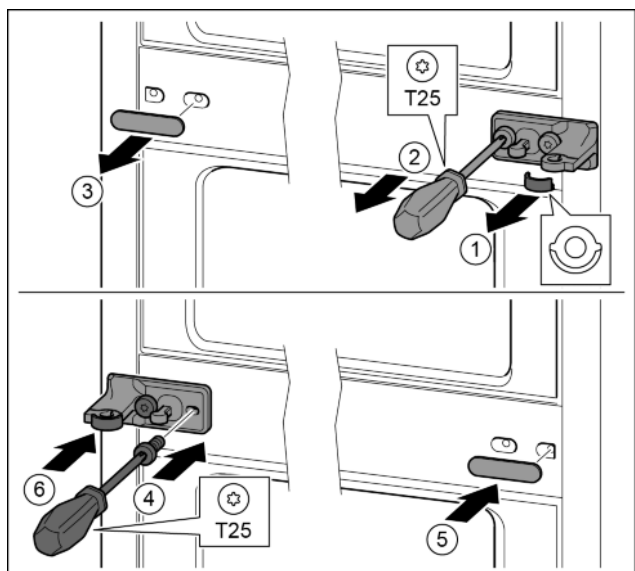

Fig. 28
- ▶ Scheibe abziehen. Fig. 28 (1)
- ▶ Schrauben mit Schraubendreher T25 herausdrehen. Fig. 28 (2)
- ▶ Abdeckung vorsichtig abziehen. *Fig. 28 (3)*
- ▶ Lagerbock mit Folie um 180° gedreht auf der anderen Seite fest anschrauben. *Fig. 28 (4)*
- ▶ Abdeckung um 180° gedreht auf der anderen Seite anbringen. *Fig. 28 (5)*
- ▶ Scheibe von vorn aufschieben. *Fig. 28 (6)*